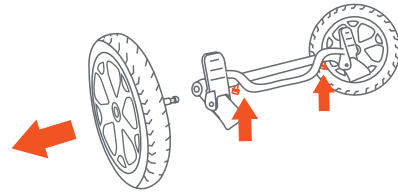

Fig. 16
- 16)** • To release the entire rear wheel assembly, push in the rear wheel release. The wheel easily detaches from the bushing (Fig. 16).
- Para liberar todo el conjunto de la rueda trasera, empuje la liberación de la rueda trasera. La rueda se desprende fácilmente del casquillo (Fig. 16).